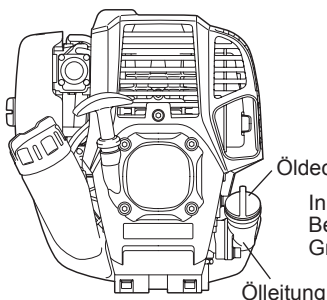
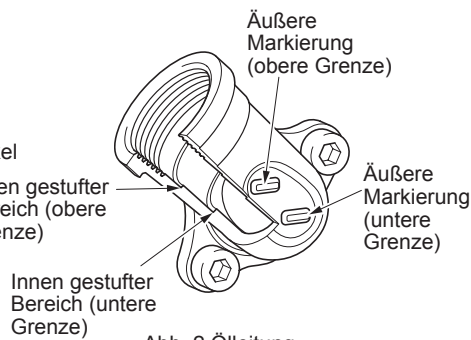

Abb. 1
Abb. 2 Ölleitung
- Legen Sie den Motor waagrecht ab, entfernen Sie den Öldeckel (Abb. 1) und prüfen Sie, ob Sie Öl im Bereich zwischen den oberen und unteren Grenzmarkierungen der Ölleitung sehen (Abb. 2).